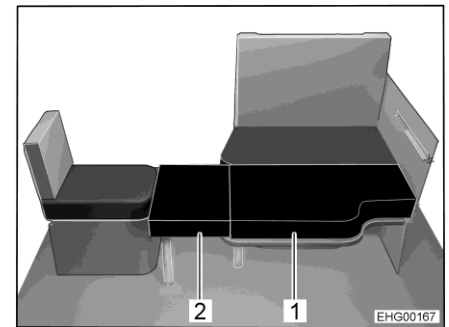
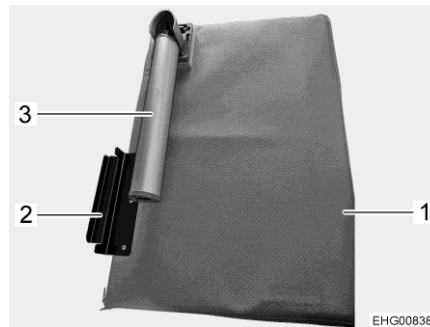

Fig. 124 Después de la transformación
Fig. 125 Tabla adicional
- Desplegar la pata de soporte (Fig. 125,3) en la tabla adicional (Fig. 125,1).
- Enganchar el soporte de fijación (Fig. 125,2) de la tabla adicional en el asiento individual y colocar el cojín adicional (Fig. 124,2) en el tablero de la mesa.
- Colocar el segundo cojín adicional (Fig. 124,1) sobre la tablero de la mesa.